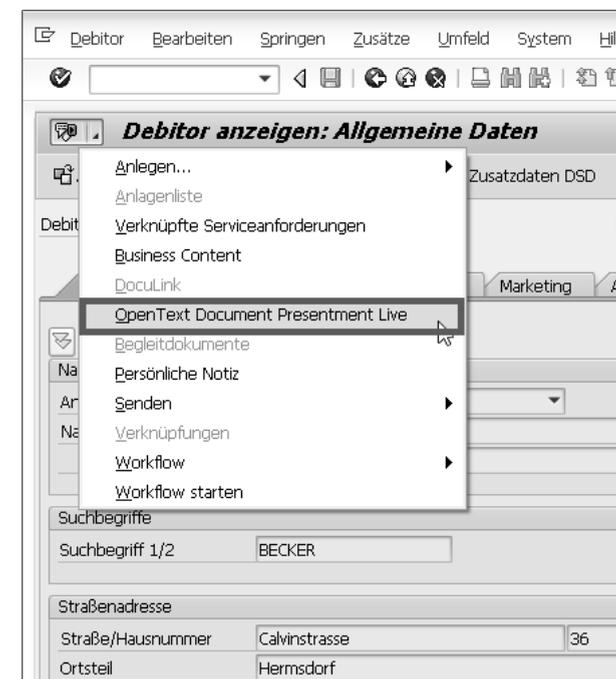

Abbildung 10.11 OpenText Document Presentment Live über die generischen Objektdienste aufrufen
3. Öffnen Sie das Menü der generischen Objektdienste (☰), und wählen Sie den Eintrag **OpenText Document Presentment Live** (siehe Abbildung 10.11). Dieser Eintrag muss im Rahmen des Customizings eingerichtet werden, wie in Abschnitt 10.3, »Einrichtung und Customizing von SAP Document Presentment«, beschrieben.